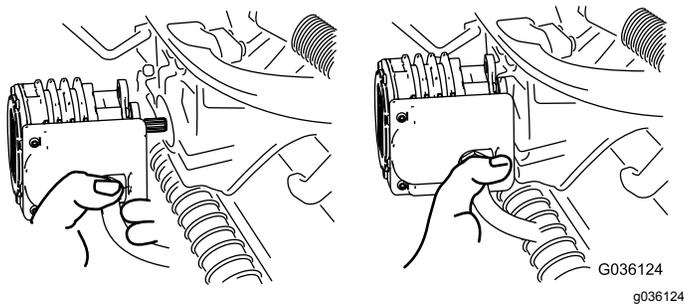

Figura 35
- Mueva el motor al lugar de almacenamiento en la parte delantera del brazo de suspensión (Figura 35).